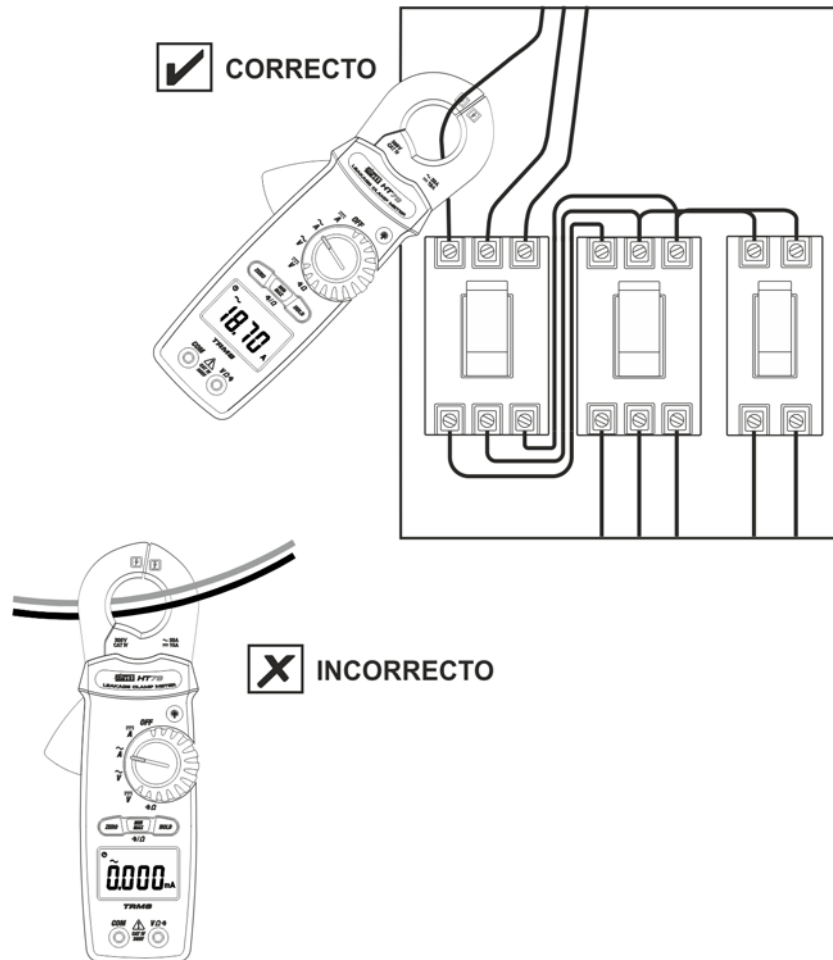

Fig. 9: Uso del instrumento para medida de Corriente CA
2. Inserte el cable en el interior del toroidal en el centro del mismo (vea la Fig. 9) a fin de obtener medidas precisas (ver la Fig. 2). El valor de la corriente CA, se muestra en pantalla